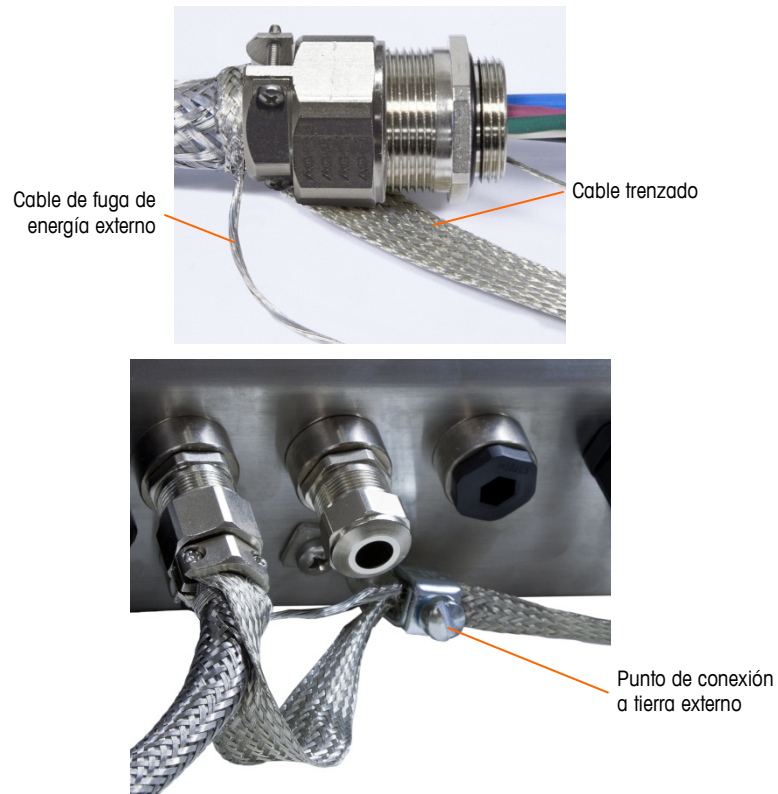

Figura 2-49: Terminación de la trenza externa del cable de conexión POWERCELL PDX, gabinete para ambientes adversos
- c. Extraiga la trenza externa para cubrir el mango de latón y envuelva un extremo de un cable de tierra trenzado plano sobre éste antes de asegurar todo con la abrazadera metálica (Figura 2-49). Corra el alambre de fuga externo del cable de conexión junto con el cable trenzado plano a través de una orejeta de conexión a tierra fija en la parte posterior del gabinete para ambientes adversos. El otro extremo del cable trenzado plano se termina en la barra de conexión a tierra.